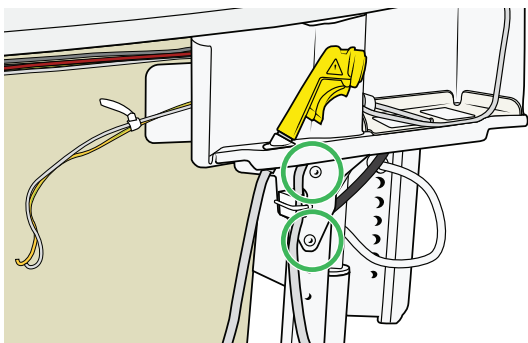

Figure 34
16. Retirez les deux vis qui maintiennent le compartiment de désinfection. Voir Figure 34.